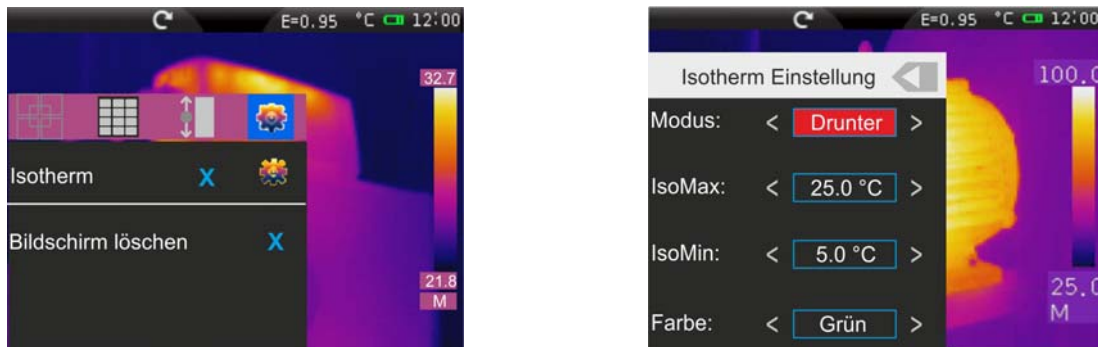

Abb. 59: Einstellungen des Werkzeugs Isothermen
Im Menü Bild, berühren Sie das Symbol , um die Funktion Isothermen auszuwählen und eine Reinigung des Bildschirmes zu aktivieren. Es stehen folgende Optionen zur Verfügung (siehe Abb. 59):
2. Berühren Sie das Symbol  für die Definition der Eigenschaften der Isothermen-Linie. Die Bildschirmseite von Abb. 59 erscheint im Display. Die Bedeutung der Einträge ist die folgende: